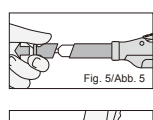

Fig. 5/Abb. 5
- Remove the cartridge cover. (Fig. 5)
- Den Kartuschendeckel entfernen. (Abb. 5)